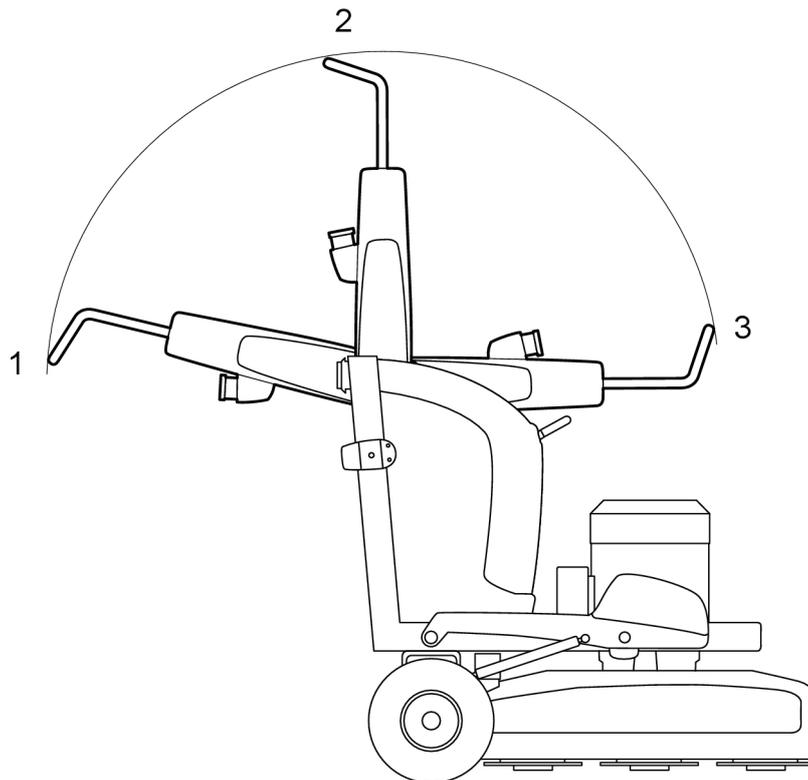

Abbildung 4-2. Griffpositionen
1. Klappen Sie den Griff in seine hintere Position, siehe Abbildung 4-2, Seite 19.
4. Bringen Sie den Griff in die Arbeitsposition, siehe Abbildung 4-2, seite 19.